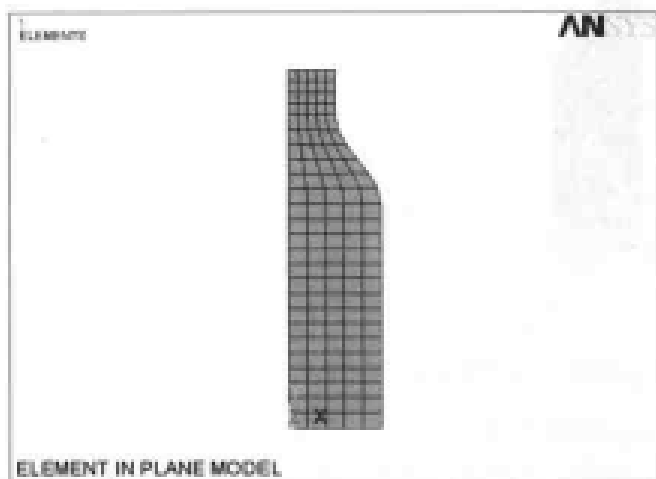
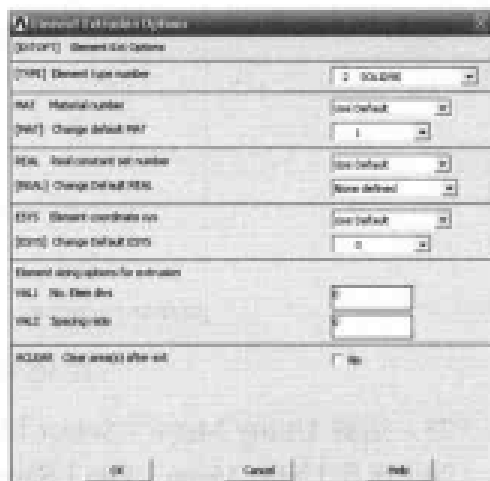

图 12-36 面网格划分结果显示
图 12-37 单元拖拉选项设置对话框
(9) 选择 Main Menu | Preprocessor | Meshing | Size Cntrls | ManualSize | Lines | Picked Lines 命令, 出现 Element Size on 菜单, 在文本框中能输入 9, 10, 单击 OK 按钮, 出现 Element Sizes on Picked Lines 对话框, 在 NDIV No. of element divisions 文本框中输入 6, 单击 OK 按钮关闭该对话框。
(10) 选择 Main Menu | Preprocessor | Meshing | Size Cntrls | ManualSize | Lines | Picked Lines 命令, 出现 Element Size on 菜单, 在文本框中能输入 6, 8, 单击 OK 按钮, 出现 Element Sizes on Picked Lines 对话框, 在 NDIV No. of element divisions 文本框中输入 4, 单击 OK 按钮关闭该对话框。
(11) 选择 Main Menu | Preprocessor | Meshing | Mesh | Areas | Free 命令, 出现 Mesh Areas 菜单, 单击 Pick All 按钮。
(12) 选择 Utility Menu | File | Change Title 命令, 出现 Change Title 对话框, 在文本框中输入 ELEMENT IN PLANE MODEL, 单击 OK 按钮关闭该对话框。
(13) 选择 Utility Menu | Plot | Elements 命令, ANSYS 显示窗口将显示面网格划分结果, 如图 12-36 所示。
(14) 选择 Utility Menu | Select | Everything 命令。
(15) 选择 Main Menu | Preprocessor | Modeling | Operate | Extrude | Elem Ext Opts 命令, 出现 Element Extrusion Options 对话框, 在 [TYPE] Element type number 下拉列表框中选择 2 SOLID90 选项, 其余选项采用默认设置, 如图 12-37 所示, 单击 OK 按钮关闭该对话框。